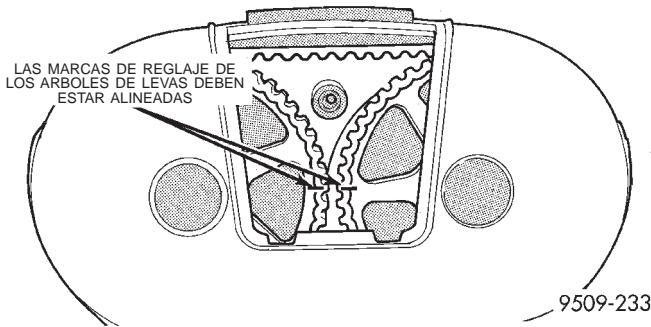

Fig. 40 Verificación de reglaje del árbol de levas
- (4) Verifique la marca de reglaje en las ruedas dentadas del árbol de levas, deben estar alineadas entre sí (Fig. 40).